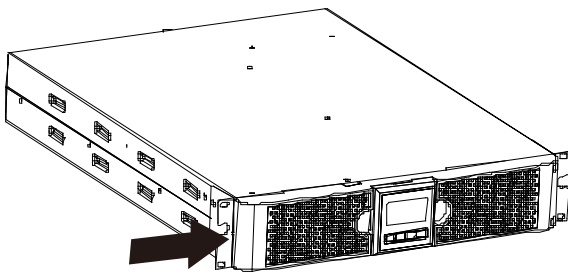

Рис. 4
1. Совместите монтажные уши с отверстиями под винты на корпусе ИБП, вставьте и затяните винты (рис. 4).